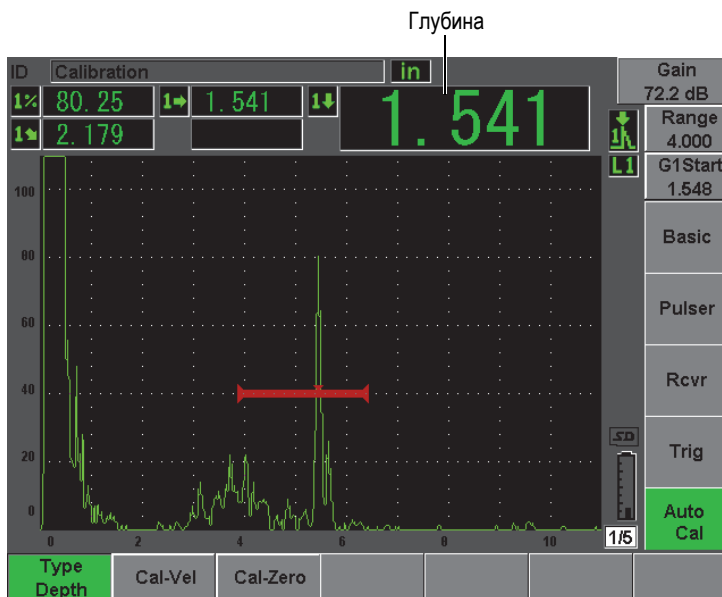

Рис. 10-26 Пример стробированного сигнала для калибровки нуля
4. Нажмите клавишу **[GATES]** и поместите строб 1 таким образом, чтобы первый эхо-сигнал от сверления на образце пересекал порог строба. Отражение должно быть около 12,5мм (см. Рис. 10-26 на стр. 194).